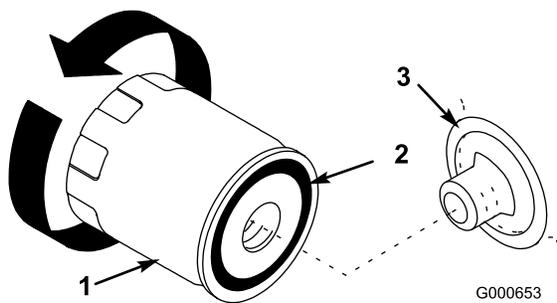

Figura 23
10. Aplique una capa fina de aceite nuevo a la junta de goma del filtro nuevo (Figura 23).
11. Instale el filtro de aceite nuevo en el adaptador del filtro. Gire el filtro en el sentido de las agujas del reloj hasta que la junta de goma entre en contacto con el adaptador del filtro, luego apriete el filtro media vuelta más (Figura 23).